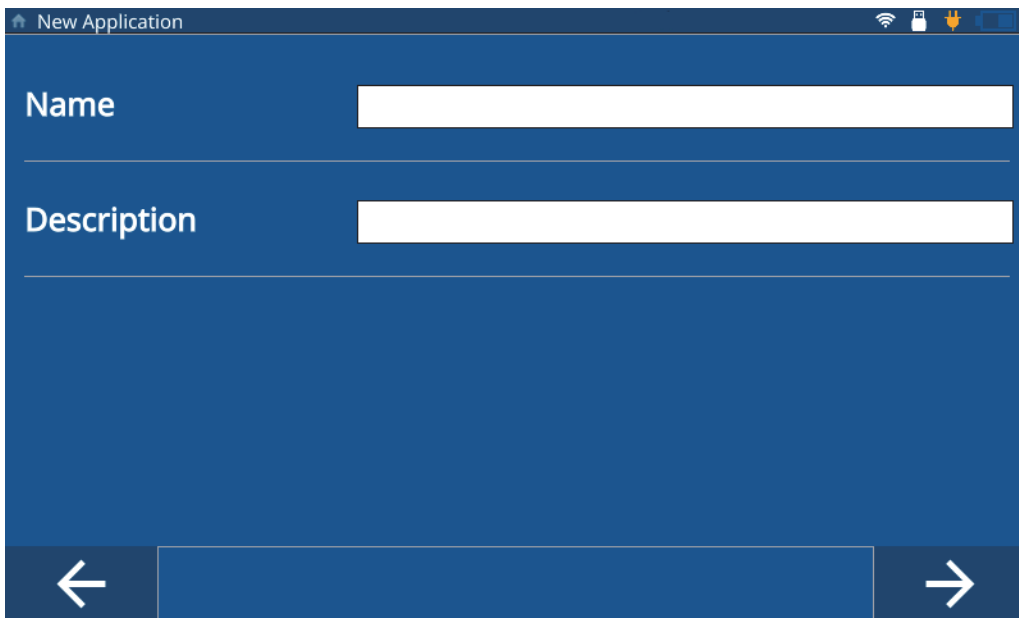

图 2-2 新应用的工作流程
1. 在**My Applications**（我的应用）屏幕上，点击**Create New**（创建新）按钮，进入**New Application**（新应用）工作流程（参见第16页的图 2-2）。
1. 在**My Applications** (我的应用) 屏幕上, 点击**Create New** (创建新) 按钮, 进入**New Application** (新应用) 工作流程(参见第16页的图 2-2)。